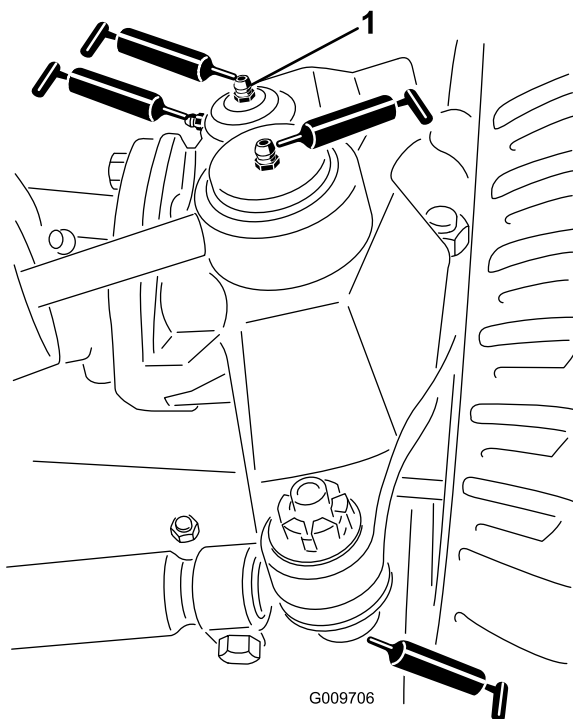

Figura 45
- Articulaiones esféricas del cilindro de dirección (2) (Figura 45)
- Rótulas de las barras de acoplamiento (2) (Figura 45)
- Casquillos del pivote de dirección (2) (Figura 45). **El engrasador superior del pivote de dirección debe lubricarse solamente cada año (2 aplicaciones).**